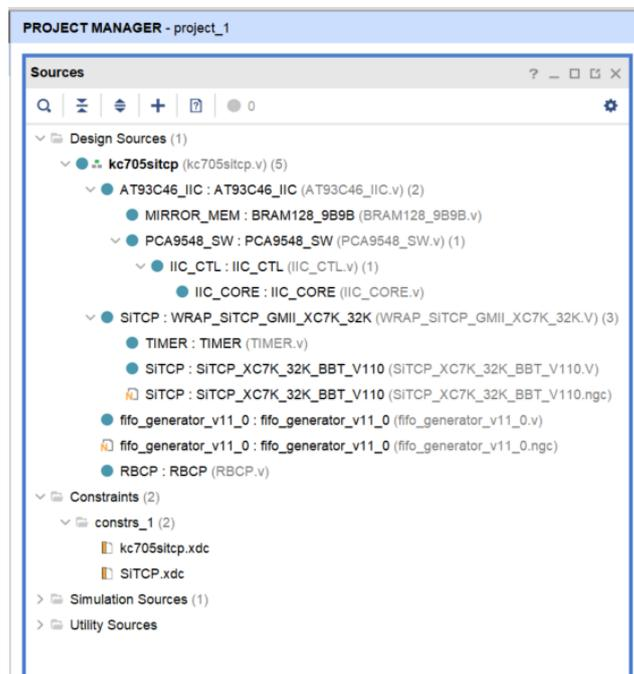

図 4-12 [PROJECT MANAGER] - [Sources]ビュー
- (9) プロジェクトが起動したら[PROJECT MANAGER]の[Sources]ビューで、各ファイルが図 4-12 のようにツリー表示されることを確認します。